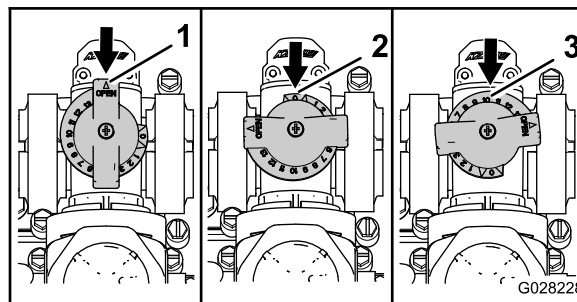

Figure 75
- La vanne de dérivation d'agitation est en position complètement ouverte comme montré en A sur la Figure 75.
- La vanne de dérivation d'agitation est en position complètement fermée (0) comme montré en B sur la Figure 75.
- La vanne de dérivation d'agitation est en position intermédiaire (réglée en fonction du manomètre pour le système de pulvérisation) comme montré en C sur la Figure 75.